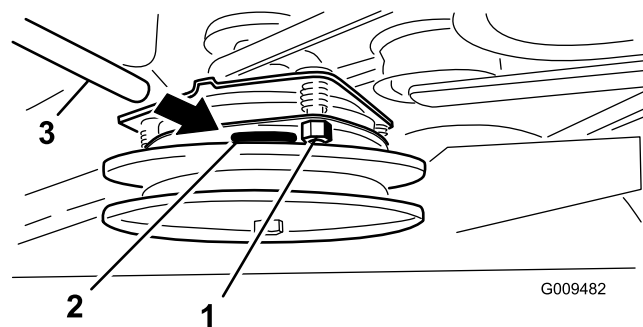

Figura 58
2. Se è necessario eseguire una regolazione, impostate uno spazio di 0,381 mm all'altezza di ognuna delle tre fessure di regolazione. Stringete i dadi di bloccaggio fino a fissare leggermente lo spessimetro facendo però in modo di poterlo muovere facilmente all'interno del traferro (Figura 58).